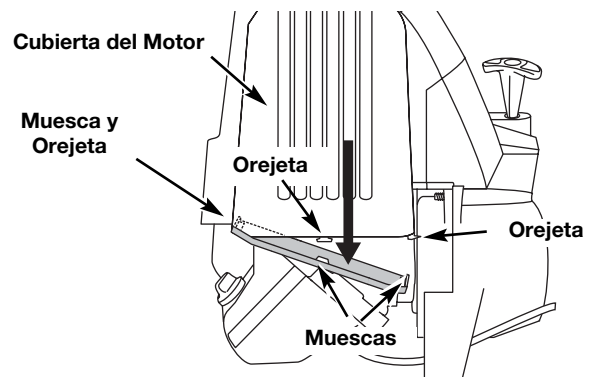

Fig. 30
1. Retire la cubierta del silenciador presionando la esquina con un destornillador de vástago plano (Fig. 30). Deslice las muescas a
13. Vuelva a colocar la cubierta del silenciador. Deslice las muescas a los lados de la cubierta del silenciador sobre las orejetas de la cubierta del motor y enganche en su lugar (Fig. 30).